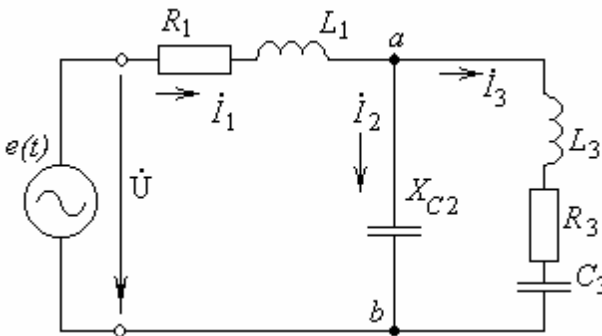

Рисунок 3.1 – Схема електричного кола змінного струму
3.3.1 Надано електричне коло (Рис.3.1) та його параметри:
5.1.1 Надано електричне коло (Рис.3.1) та його параметри: